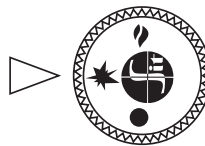

Рис. 10.
- 7.3. Для розжиг пилотной горелки ручк управления переводится в положение «искр » (рис. 10).